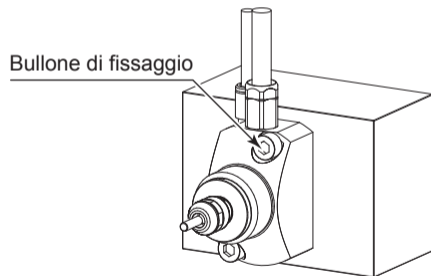

Fig. 41
- ① Inserire l'area del diametro dell'alloggiamento del mandrino motore tipo flangia nel supporto di base fisso della macchina.
- ② Fissare il mandrino motore inserendolo nei fori svasati della flangia con i bulloni come mostrato nelle figg. 10, 11, 12 e 13. Fare riferimento alla tabella 4 e alla fig. 41 (per BM-319F / BM-319FC / BM-320F / BM-322FR / BM-322FL / BM-322FS).